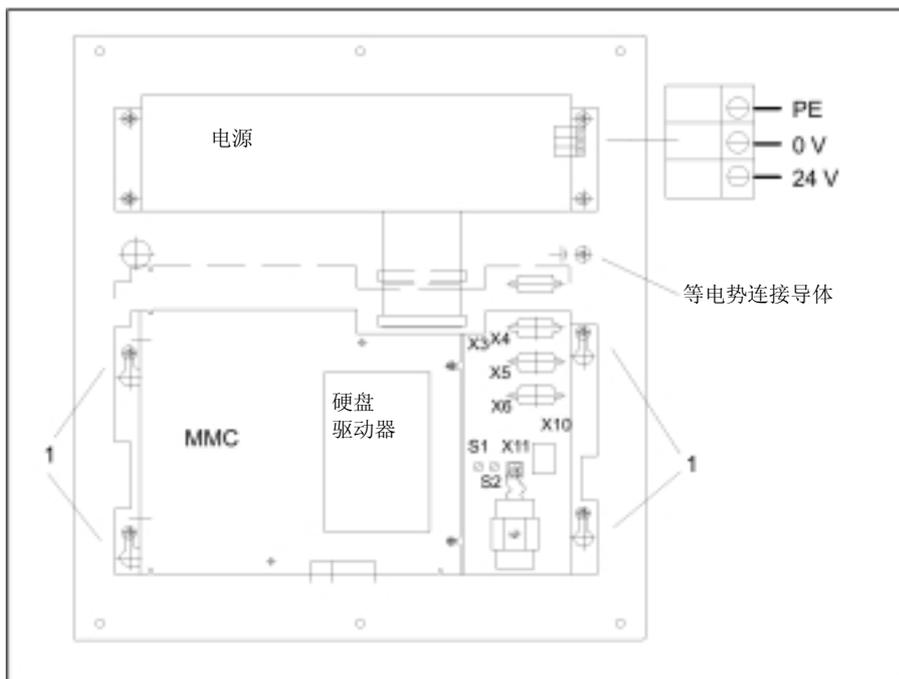

图 4-7 超薄型操作面板后视图
1. 把该超薄型操作面板放置到合适的台面上（电源模块朝上），如图 4-7 所示。